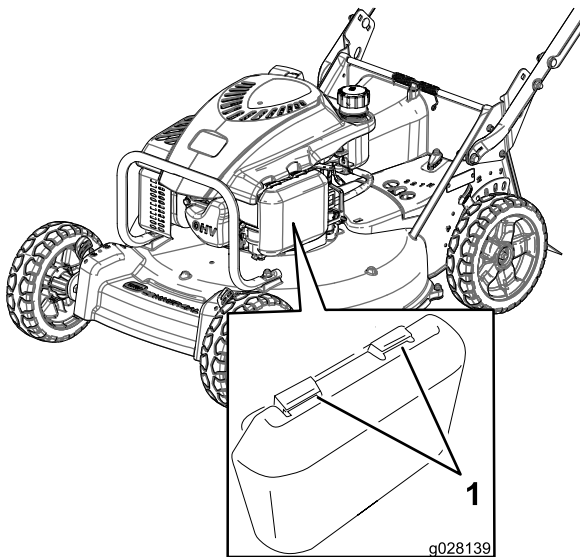

Figura 19
1. Presione hacia abajo los cierres de la parte superior de la tapa del filtro de aire (Figura 19).
3. Retire el filtro de aire de papel y el pre-filtro de gomaespuma (Figura 19).